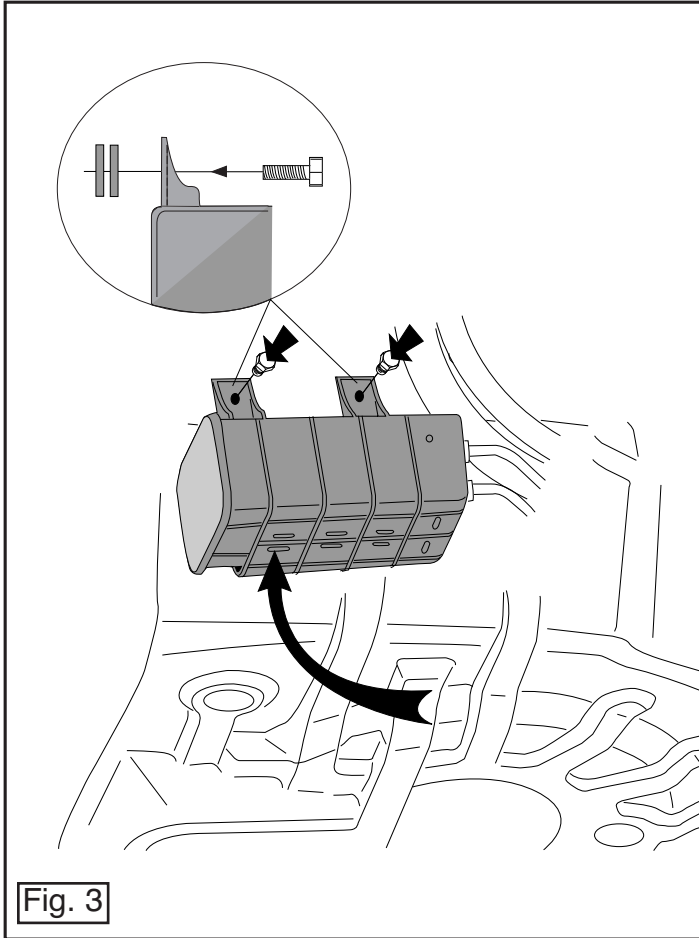

Fig. 3
17. Установить канистру на место, используя кольца наполнительного материала (см. рис. 3).